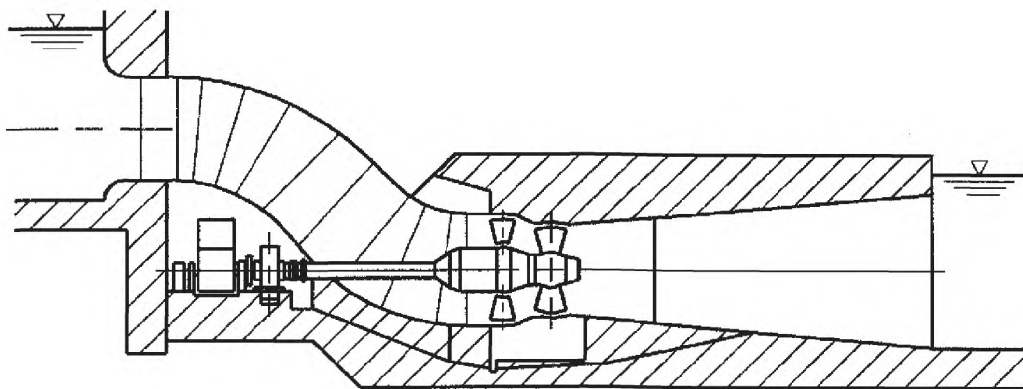

Рисунок 7 — Агрегат с генератором в верхней части здания
- установка в нижней части агрегата S-образного типа, см. рисунок 7.